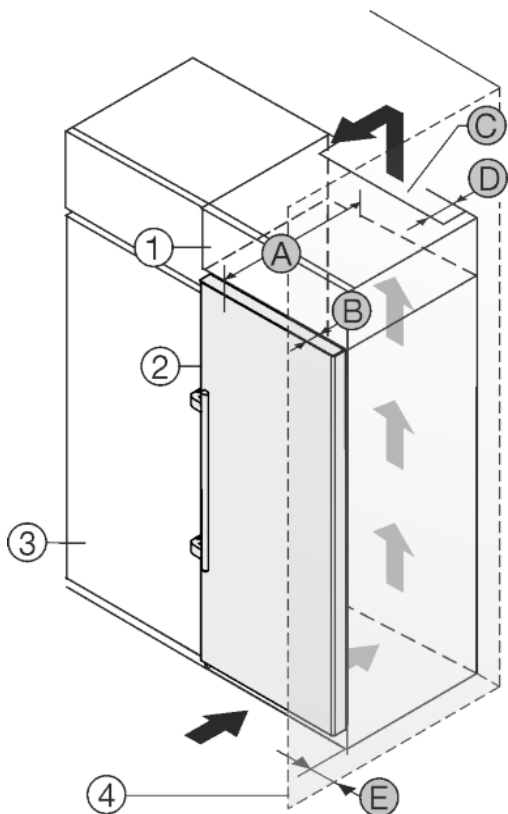

Fig. 30
Устройство может быть окружено кухонными шкафами. Чтобы уравнивать устройство Fig. 30 (2) по высоте с кухонной стенкой, можно установить над устройством дополнительный шкафчик Fig. 30 (1).
Установить устройство можно непосредственно рядом с кухонным шкафом Fig. 30 (3). Чтобы можно было полностью открыть двери, устройство должно выступать на глубину Fig. 30 (B) относительно передней стенки кухонного шкафа. В зависимости от глубины кухонных шкафов и использования пристенных распорок устройство может выступать и больше.
- На задней стенке дополнительного шкафчика должен быть вентиляционный канал с глубиной Fig. 30 (D) по всей ширине этого шкафа.
- Нужно соблюдать вентиляционное отверстие Fig. 30 (C) под нижней панелью.
Если устройство установлено на шарнирах у стены Fig. 30 (4), то нужно соблюдать расстояние Fig. 30 (E) между устройством и стеной. Настолько выступает ручка при открытой двери.